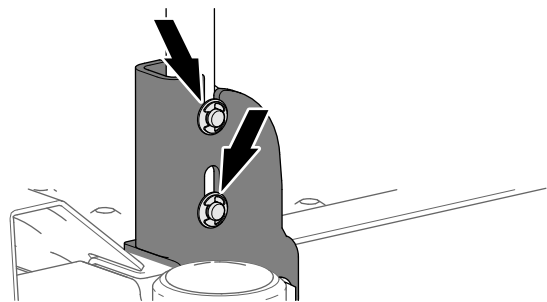

Figure 10
3. Assurez-vous que la poignée de maintien est complètement engagée dans les fentes du support, comme montré à la Figure 10.